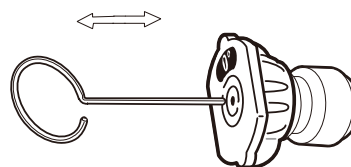

Fig. 4
- Se l'ugello si ostruisce, usare lo spillo di pulizia fornito o una graffetta raddrizzata per rimuovere sporco o detriti. (Vedi Fig. 4.)